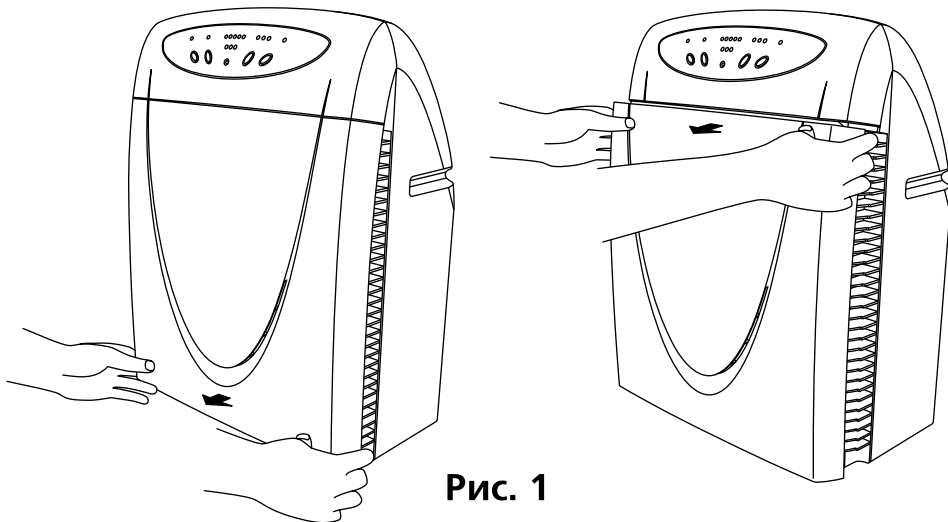

Рис. 1
3. Снимите лицевую панель, для чего потяните ее пальцами обеих рук за нижние края и после освобождения нижних защелок снимите ее с прибора (рис.1).